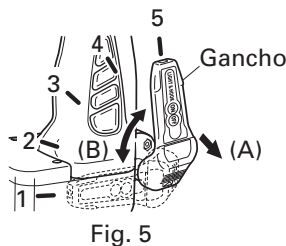

Fig. 5
(1) Operación del gancho
(a) Extraiga el gancho hacia sí en la dirección de la flecha (A) y gírelo en la dirección de la flecha (B). (Fig.5)